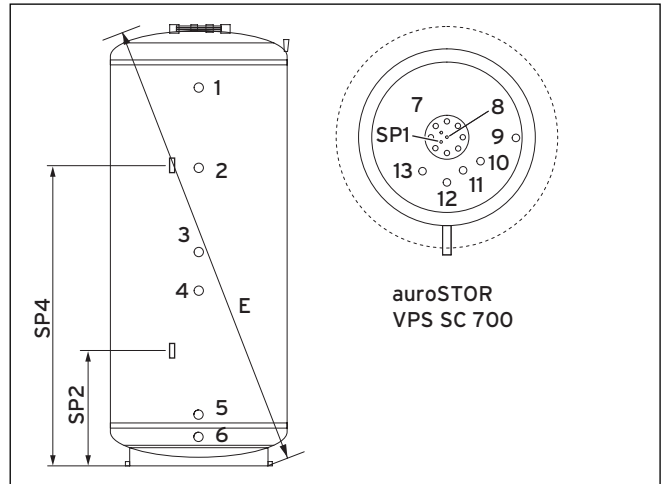

Fig. 4.2 Misura di ribaltamento per il montaggio e misura di raccordo del bollitore combinato auroSTOR VPS SC 700
- ▶ Montare la tubazione per il collegamento dell'acqua fredda (**13**, fig. 4.2) con i necessari dispositivi di sicurezza.
- ▶ Montare la tubazione per il collegamento della mandata del riscaldamento ausiliario acqua calda (**10**, fig. 4.2).
- ▶ Montare la tubazione per il collegamento dell'acqua calda (**11**, fig. 4.2).
- ▶ Montare eventualmente la tubazione di ricircolo sull'apposito raccordo (**12**, fig. 4.2).